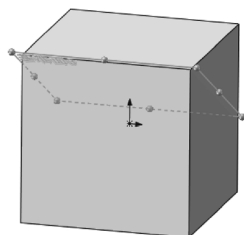

图 4-10 创建的基准面 3
3) 确认创建的基准面。单击“基准面”属性管理器中的（确定）按钮，创建的基准面 3 如图 4-10 所示。